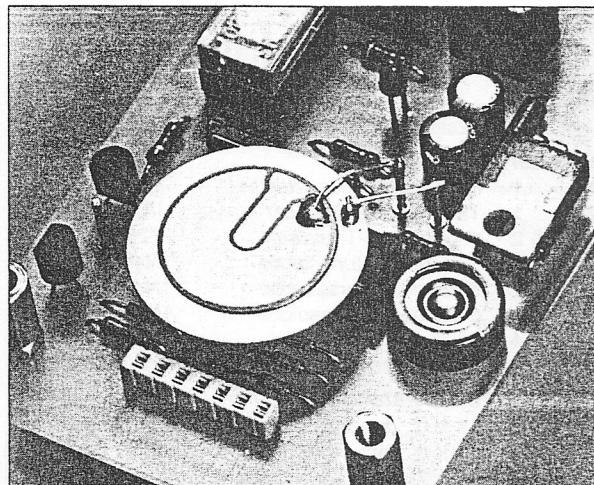

Bild 8: Dank der superflachen Bauform pa t so ein Piezo-Signalgeber noch m helos zwischen die Bauteile und die Tastatur.
■ Vor dem Einsetzen von IC2 sollte man alles nochmals gr ndlich inspizieren und vor allem die +6 V  berpr fen; Elkos C5 hat immer noch Ruhepause! Es empfiehlt sich aber der Einbau eines Piezo-Signalgebers, der sich noch ohne weiteres zwischen den Bauteilen und der Tastatur unterbringen l  t (Bild 8). Sein Piepen stellt eine recht n tzliche Hilfe bei der Inbetriebnahme dar und ist auch beim sp teren Einsatz eine willkommene Erg nzung.